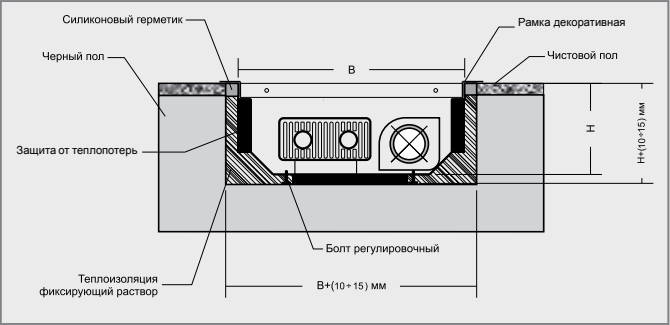

Рис.1
7. Установите конвектор в горизонтальное положение по уровню. Осуществляется с помощью 4-8 регулировочных болтов, 2-4 фиксируемых к полу ниши регулируемых по высоте уголков. (рис.1).